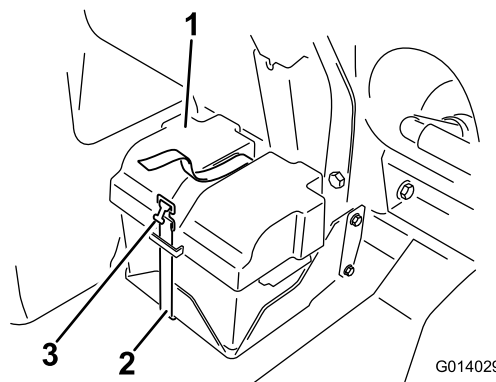

Figure 89
- Déposez le couvercle de la batterie et débranchez le câble de masse négatif (noir) de la borne de la batterie (Figure 89).
4. Posez le couvercle de la batterie et fixez-le avec la sangle que vous avez retirée précédemment (Figure 89).